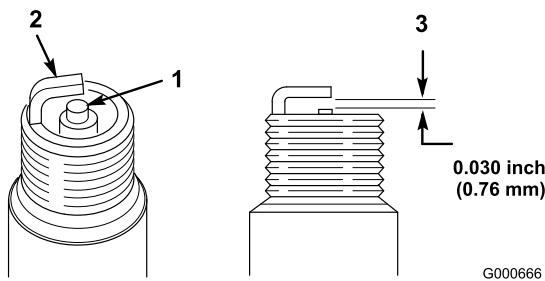

Figura 27
1. Controllate il centro della candela (Figura 27). Se l'isolatore è marrone chiaro o grigio, il motore funziona correttamente. Una patina nera sull'isolatore significa in genere che il filtro dell'aria è sporco.
- Verificate la distanza tra gli elettrodi centrale e laterale (Figura 27) e se non è esatta piegate l'elettrodo laterale.